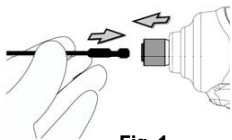

Fig. 1
1. Per installare la punta, tirare il fermo nella direzione della freccia e inserire completamente la punta nel fermo. Quindi, rilasciare il fermo per fissare la punta. Come mostrato in (fig. 1).